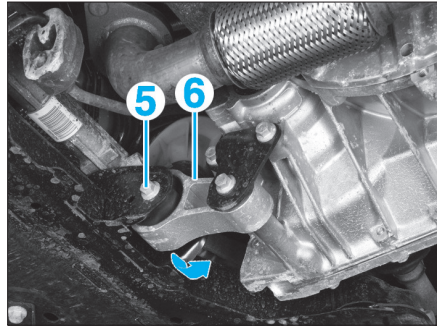
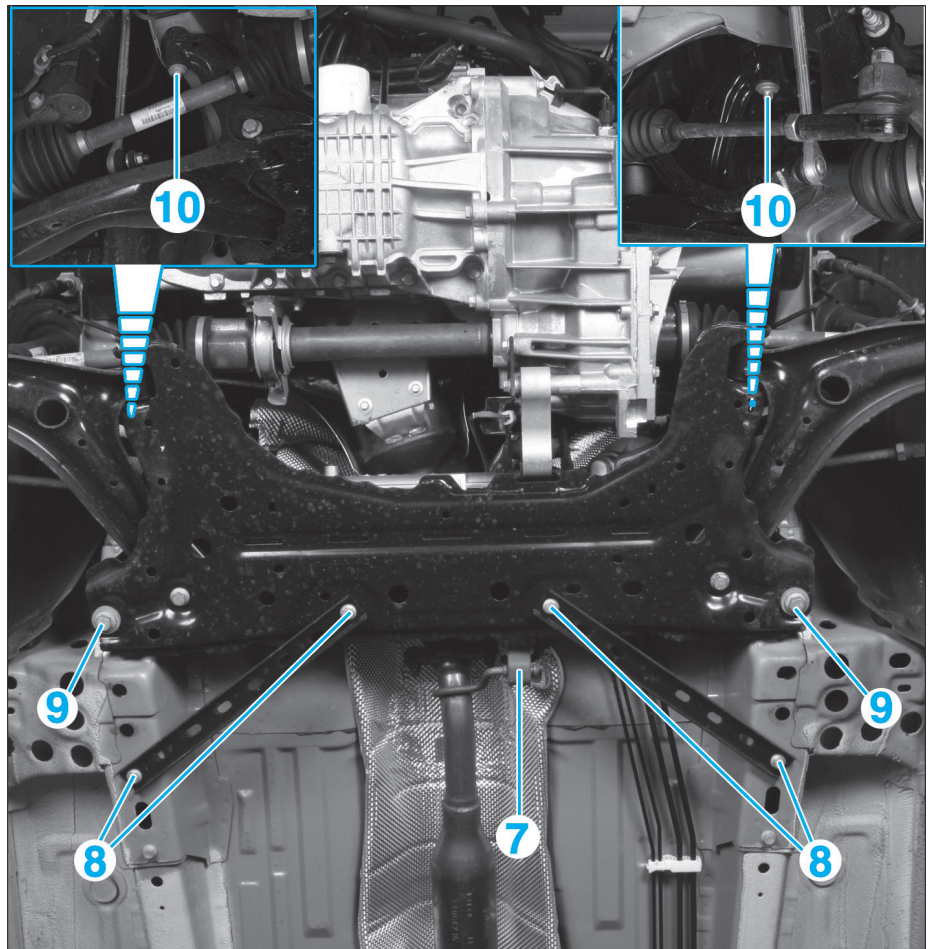

Fig. 11
Fig. 12
- Déposer la vis (5) de la biellette anticouple (6) (Fig.11).
- Basculer la biellette anticouple (6).
- Désaccoupler le silentbloc (7) de l'échappement (Fig.12).
- Déposer les vis (8) des tirants de berceau.
- Déposer les vis (9) puis (10) fixant le berceau.